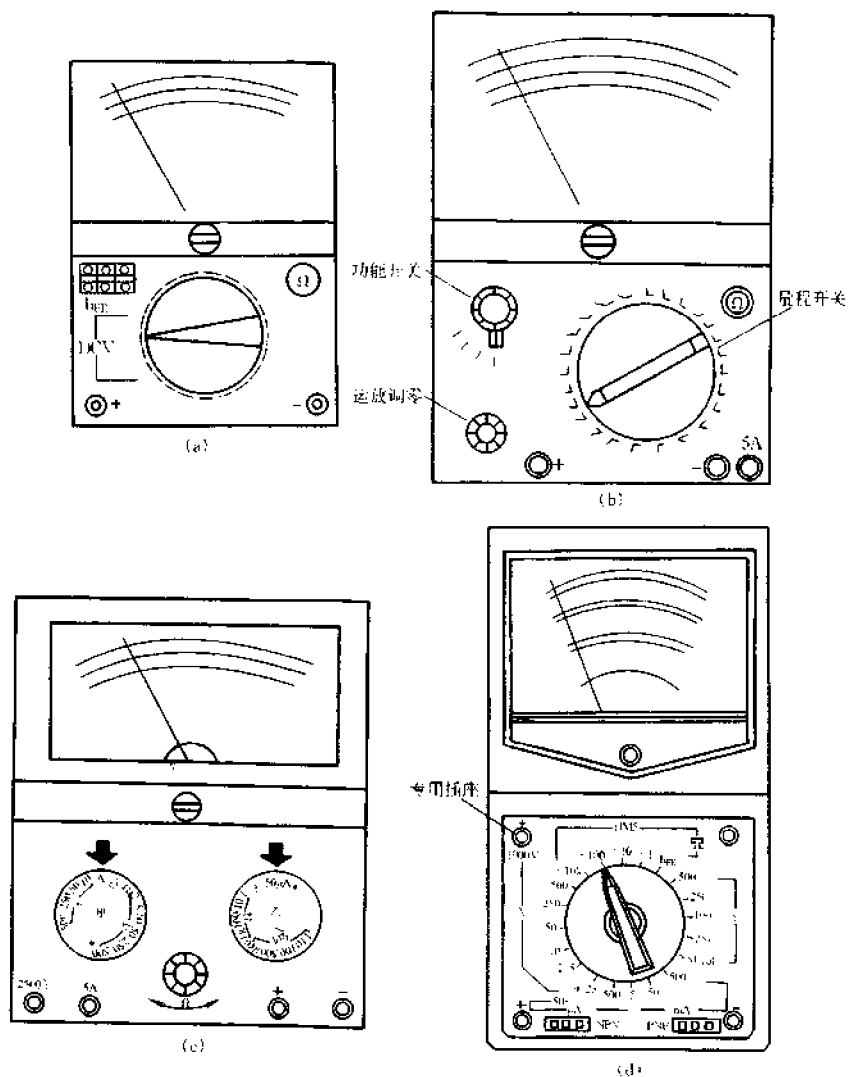

图2-2 常见的四种转换开关
(4) 转换开关。万用表的转换开关包括“功能开关”和“量程开关”。“功能开关”是为了用来选择不同的测量项目而设置的,主要有交流、直流、电阻或电压等。“量程开关”则是用来按实际需要选择合适的量程。“功能开关”与“量程开关”需要相互配合使用,才能实现某种测量功能。常见的转换开关有4种方式,如图2-2(a)~(d)所示。
① 功能开关与量程开关合用一只开关:参见图2-2(a)。采用这种工作方式的万用表有MF27型、MF30型、MF35型、MF40型、MF47型、MF50型等。这种开关的特点是操作简单,只要知道被测对象的类别和被测量值的大致范围,就可直接将量程开关拨至所需要的挡位,接好表笔即可进行测量。
② 功能开关与量程开关分别设置:参见图2-2(b)。采用这种工作方式的万用表有MF63
③ 功能开关与量程开关交互工作方式:参见图 2-2(c)。采用这种工作方式的万用表有 MF18 型、MF500 型等。所谓“交互工作方式”是指这两个开关既有功能选项又有量程选项。例如 MF500 型万用表,在测量电压时,甲开关(在表面左侧)是量程开关,乙开关(在表面右侧)是功能开关;而在测量电阻时,甲开关(在表面左侧)变成功能开关,而乙开关(在表面右侧)则变为量程开关。使用交互工作方式的转换开关时,应首先熟悉甲、乙开关上功能选项的位置,根据被测对象的类别,适当设置含有应选项的开关,然后再根据被测量值的大小,操作含有应选量程的开关。两者千万不能搞错。
④ 量程开关配专用插座工作方式:参见图 2-2(d)。采用这种工作方式的万用表有 MF77 型、MF93 型等。使用时,首先选择所需的量程,再将红测试线接到专用插孔(或接线柱)上,将黑测试线插头插入“-”插孔。确认无误后即可进行测量。